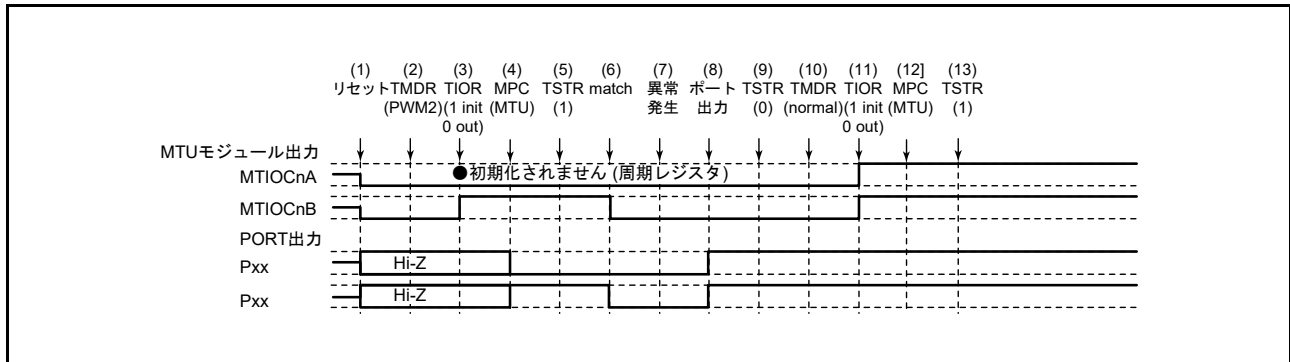

図 23.128 PWM モード 2 で異常が発生し、ノーマルモードで復帰する場合
PWM モード 2 で異常が発生し、再設定後ノーマルモードで再スタートする場合の説明図を図 23.128 に示します。
(1) ~ (9) は図 23.128 と共通です。
(10) PWM モード 1 を設定します。
(11) TIOR レジスタで端子を初期化してください。なお、PWM モード 1 では MTIOCnB (MTIOCnD) 端子に波形が出力されません。出力すべきレベルがある場合は、I/O ポートのポート方向レジスタ (PDR)、ポート出力データレジスタ (PODR) で汎用出力ポートの設定をしてください。
(12) MPC と I/O ポートのポートモードレジスタ (PMR) で MTU 出力としてください。
(13) TSTR レジスタで再スタートします。
(15) PWM モード2 で動作中に異常が発生し、PWM モード2 で再スタートする場合の動作
(1)～(9)は図 23.128 と共通です。
(10) PWM モード2 で再スタートする場合には必要ありません。
(11) TIOR レジスタで端子を初期化してください。なお、PWM モード2 では周期レジスタの端子に波形が出力されません。出力すべきレベルがある場合は、I/O ポートのポート方向レジスタ (PDR)、ポート出力データレジスタ (PODR) で汎用出力ポートの設定をしてください。
(16) PWM モード2 で動作中に異常が発生し、位相計数モードで再スタートする場合の動作
(10) 位相計数モードを設定します。
(11) TIOR レジスタで端子を初期化してください。
(17) 位相計数モードで動作中に異常が発生し、ノーマルモードで再スタートする場合の動作